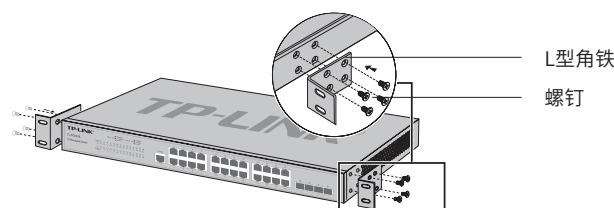

图2-2 角铁安装示意图
2. 将配件中的两个L型角铁分别安装在交换机面板的两侧，并用配件中提供的螺钉固定，如图2-2所示；